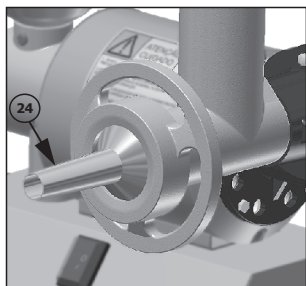

Figura 7
-Para o preparo de lingüiça, coloque o funil (24) para lingüiça antes do volante (55) conforme figura 7.